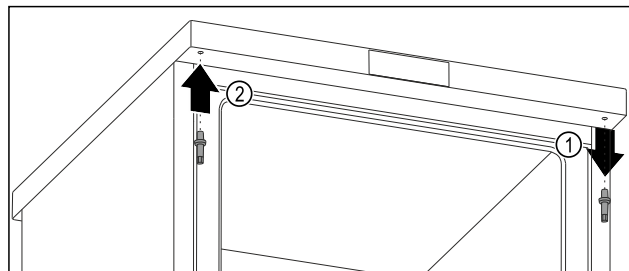

Fig. 12
- ▶ Oberen Bolzen mit Außensechskantschlüssel herausdrehen. Fig. 12 (1)
- ▶ Bolzen auf der Gegenseite mit Außensechskantschlüssel festschrauben. Fig. 12 (2)